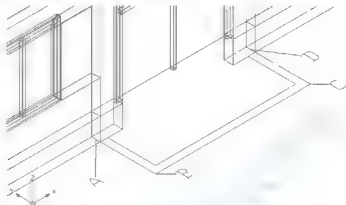

图 6.38 打开【阳台】图层
将【阳台】图层打开并创建新图层【阳台 1】，同时将【阳台 1】图层设为当前层，如图 6.38 所示。注意，当前坐标系为世界坐标系。
- (1) 执行【ELEV】命令，设置默认标高为“0”，设置默认厚度为“300”。
- (2) 启动【多段线】命令（快捷键 PL）。
- (3) 在指定起点：提示下，捕捉如图 6.38 所示的 A 点作为多段线的起点。
- (4) 在指定下一个点或 [圆弧(A)/半宽(H)/长度(L)/放弃(U)/宽度(W)]：提示下，输入“W”后按 Enter 键。
- (5) 在指定起点宽度 0.0000：提示下，输入“200”。
- (6) 在指定端点宽度 200.0000：提示下，按 Enter 键执行尖括号内的值“200.0000”。
- (7) 在指定下一点或 [圆弧(A)/闭合(C)/半宽(H)/长度(L)/放弃(U)/宽度(W)]：提示下，依次捕捉如图 6.38 所示的 B、C 和 D 点。